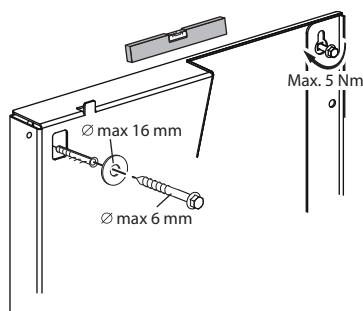

Fig. 3: Wandmontage
- Sluit aan op laagspanningsnetten met 230 V. Bij aansluiting op IT-netwerken (Isolé Terre-aardingsysteem) altijd zorgen dat de spanning tussen de fases (L1-L2, L2-L3, L3-L1 → Fig. 3) niet hoger wordt dan 230 V.